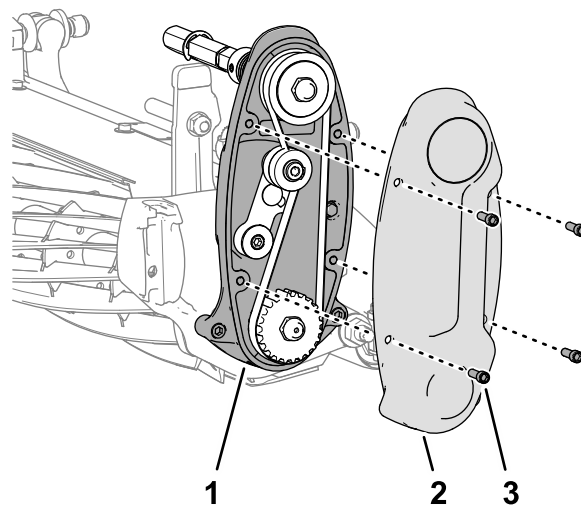

Figura 6
1. Rimuovete le 4 viti ad esagono incassato che fissano la copertura all'alloggiamento della trasmissione del cilindro (Figura 6).